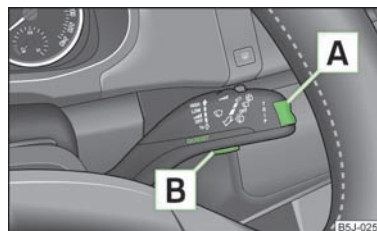

Fig. 6
La conmutación de las memorias se efectúa con la tecla **B** » fig. 6 en la palanca del limpiaparabrisas.
La tecla basculante **A** » fig. 6 y la tecla **B** se encuentran en la palanca del limpiaparabrisas.
» Pulsar ligeramente la tecla **B** » fig. 6.
» Pulsar brevemente la tecla basculante **A** » fig. 6 arriba y abajo. De ese modo se activan, una tras otra, las funciones individuales del indicador multifunción.
» Pulsar la tecla **B** » fig. 6 durante más de 1 segundo.
Si la temperatura exterior disminuye por debajo de +4 °C, aparecerá delante de la indicación de la temperatura un símbolo de copo de nieve (advertencia de formación de placas de hielo) y sonará una señal acústica de aviso. Después de pulsar la tecla basculante **A** » fig. 6, se representa la función que se visualizó por última vez.
En la pantalla aparece el tiempo de marcha desde la última vez que se borró la memoria. Cuando se desee medir el tiempo de marcha desde un momento determinado, se deberá poner en ese momento preciso la memoria a cero, pulsando para ello la tecla **B** » fig. 6.
Si se desea calcular el consumo medio de combustible para un período de tiempo determinado, deberá poner la memoria a cero al comenzar la nueva medición, pulsando la tecla **B** en la palanca del limpiaparabrisas » fig. 6. Tras borrarla, en pantalla se visualizarán sólo líneas durante los primeros aprox. 300 metros de recorrido.
En la pantalla aparece el kilometraje recorrido desde la última vez que se borró la memoria» **página 15**. Cuando se desee medir el recorrido desde un momento determinado, se deberá poner en ese momento preciso la memoria a cero, pulsando para ello la tecla **[B]** » **fig. 6**.
La pantalla indica la velocidad media en km/h desde la última vez que se borró la memoria» **página 15**. Si se desea medir la velocidad media durante un periodo determinado, se deberá poner la memoria a cero al principio de la medición accionando la tecla **[B]** en la palanca del limpiaparabrisas » **fig. 6**.
- » Mediante la tecla **[A]** » **fig. 6** seleccionar la opción **Advertencia al sobrepasar la velocidad** del menú.
- Mediante la tecla **A** » fig. 6 seleccionar la opción **Advertencia al sobrepasar la velocidad** del menú.